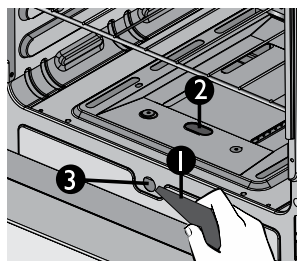

Figura 24
- Abra la puerta del horno. Localice la perforación para la ignición en el centro del difusor (Ver figura 24).
- Prenda un encendedor manual o cerilla y acérquelo a la perforación de ignición ubicado en la zona delantera del difusor o a la perforación ubicada en el frente del difusor según sea el modelo (Ver figura 24).